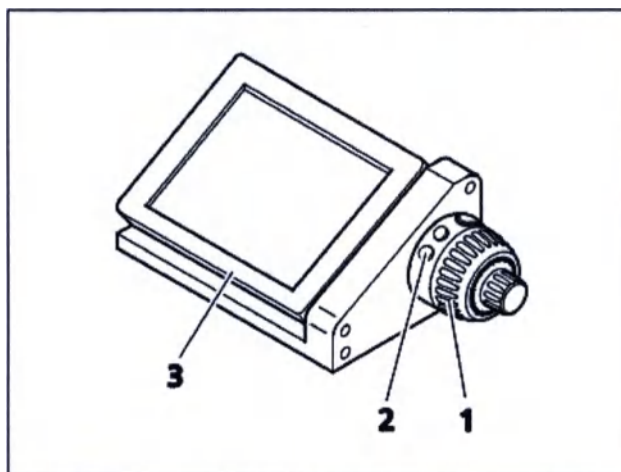

Рис. 76
- Строка 1 (рис. 76/1):
- Строка 2 (рис. 76/2):
- Строка 3 (рис. 76/3):
- Строка 4 (рис. 76/4):